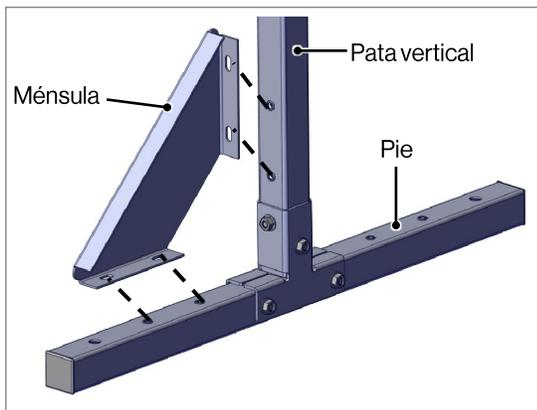

Fig. 6
- Coloque una ménsula desde la pata vertical hasta el pie y sujétela con cuatro (4) pernos hexagonales (fig. 6). Repita este paso del otro lado.